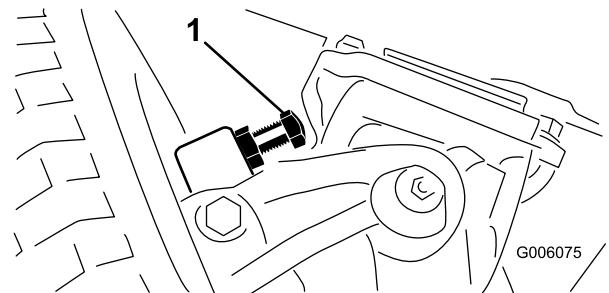

Figura 60
1. Avvitare i bulloni fuori o dentro fino a ottenere la distanza di 2,286 mm (Figura 60).